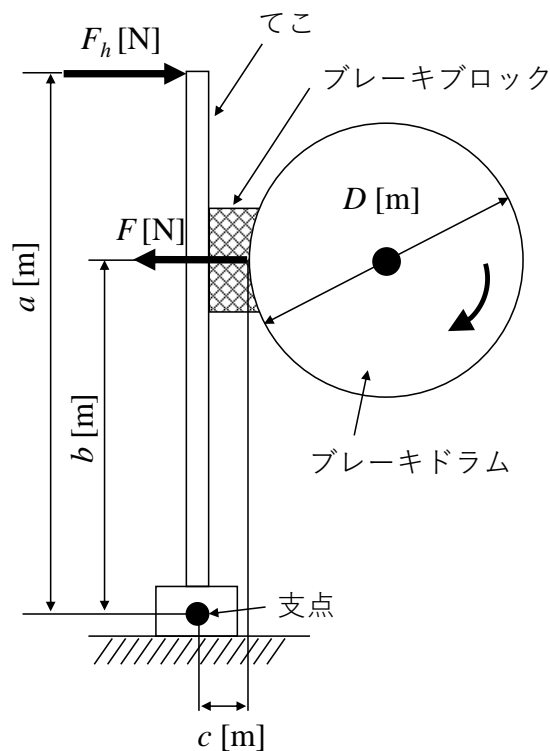
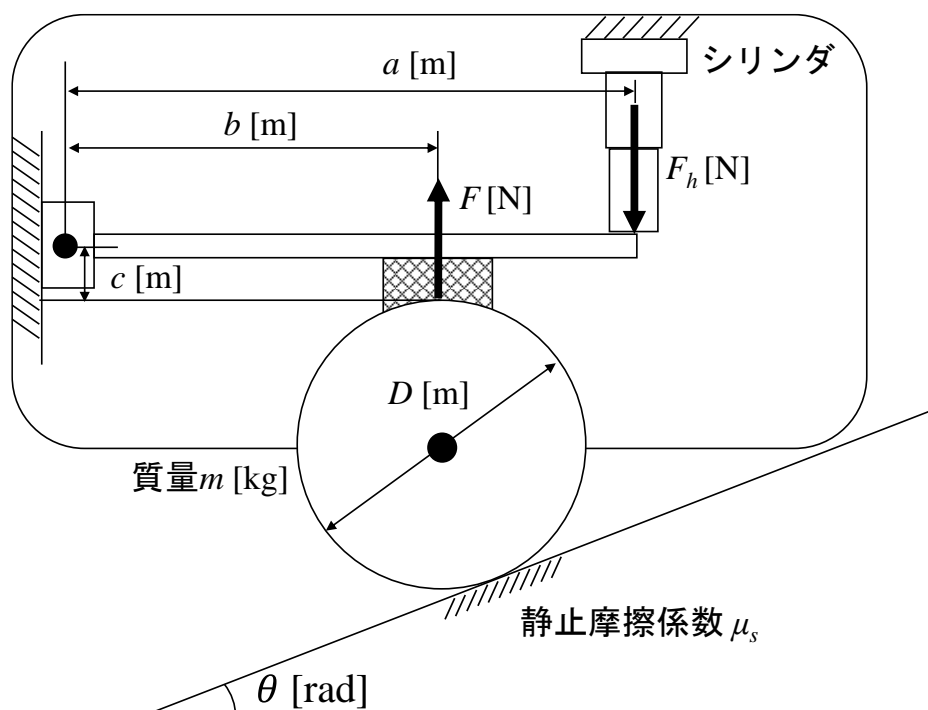

図 1-1
図 1-2
- (1) てこを動かす力を  $F_h$  [N]、押しつけ力を  $F$  [N] とし、それぞれの力が作用する支点からの距離を図 1-1 に示すように、 $a$  [m]、 $b$  [m]、 $c$  [m] で表すとき、押しつけ力  $F$  [N] を求めよ。
- (2) 直径  $D$  [m] のブレーキドラムの回転運動の速度を下げるために作用するブレーキトルク (ブレーキドラムの中心軸まわりの力のモーメント)  $T$  [Nm] を求めよ。
- (3) 次に単ブロックブレーキを搭載した台車を図 1-2 に示すような斜面上に静止させる。簡単のためにブレーキドラムが直接斜面に接しているとする。台車すべての質量を  $m$  [kg] とし、その重心位置はブレーキドラムの中心にあるものとする。斜面の角度を  $\theta$  [rad]、斜面とブレーキドラムの間の静止摩擦係数を  $\mu_s$  としたとき、台車を静止させるために、てこを動かす力  $F_h$  [N] を求めよ。